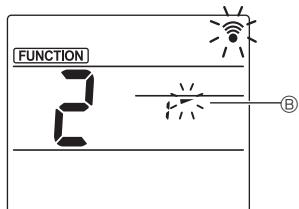

Fig. 3-3
- ③ Definir o ângulo da palheta (Fig. 3-3)